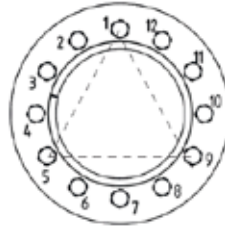

Fig. 5.10.4
- apretar ligeramente un primer grupo de tres tornillos situados a unos 120° como indicado en la fig. 5.10.4;